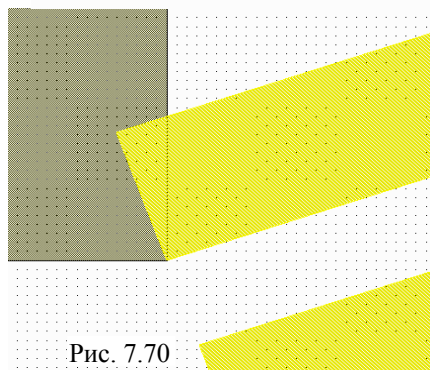

Рис. 7.70
10. Увеличьте отображение в точке поворота и убедитесь, что точка поворота совпадает с правым нижним углом входного проводника (рис. 7.70). В противном случае сдвиньте соответственно повернутые проводники (они все должны быть выделенными).